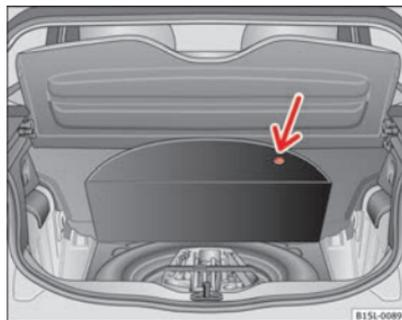

Fig. 138 Nel bagagliaio: Rivestimento del pavimento sollevato
Gli attrezzi di bordo, la ruota di scorta, il ruotino o il kit per la foratura si trovano nel sottofondo del bagagliaio ⇒ fig. 138.
- Sollevare il rivestimento per l'incavo (freccia) ⇒ fig. 138.